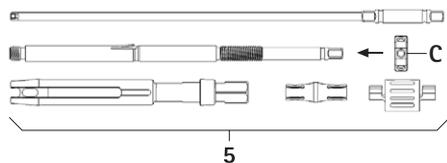

Fig. 10
- ▶ Avvitare il dado di serraggio **C** sulla camicia interna, vedere Fig. 10.